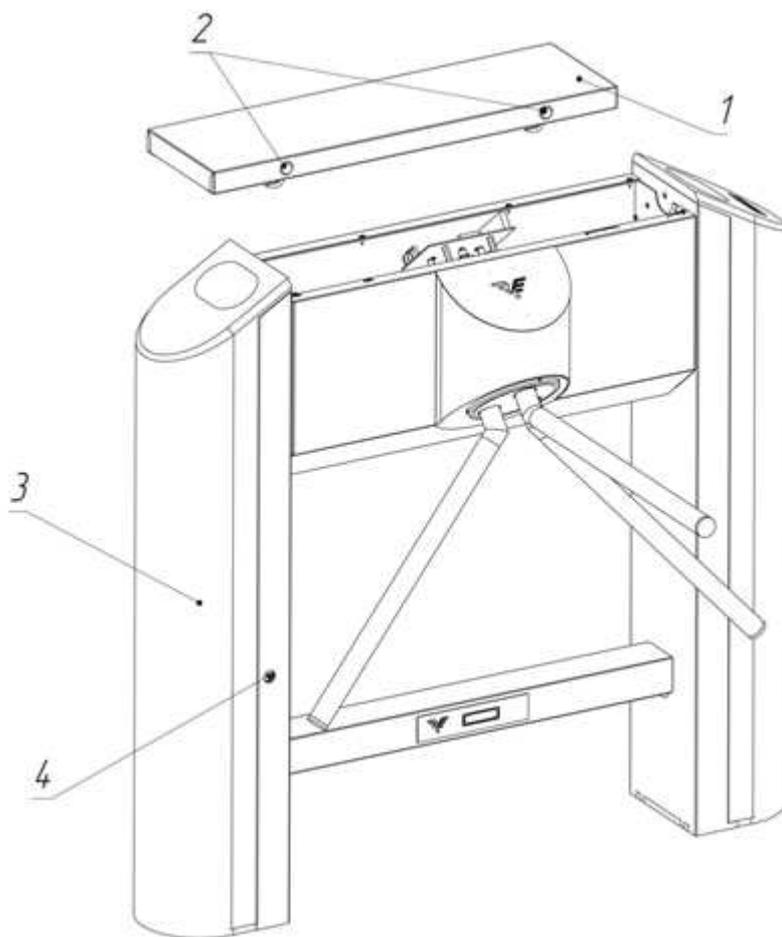
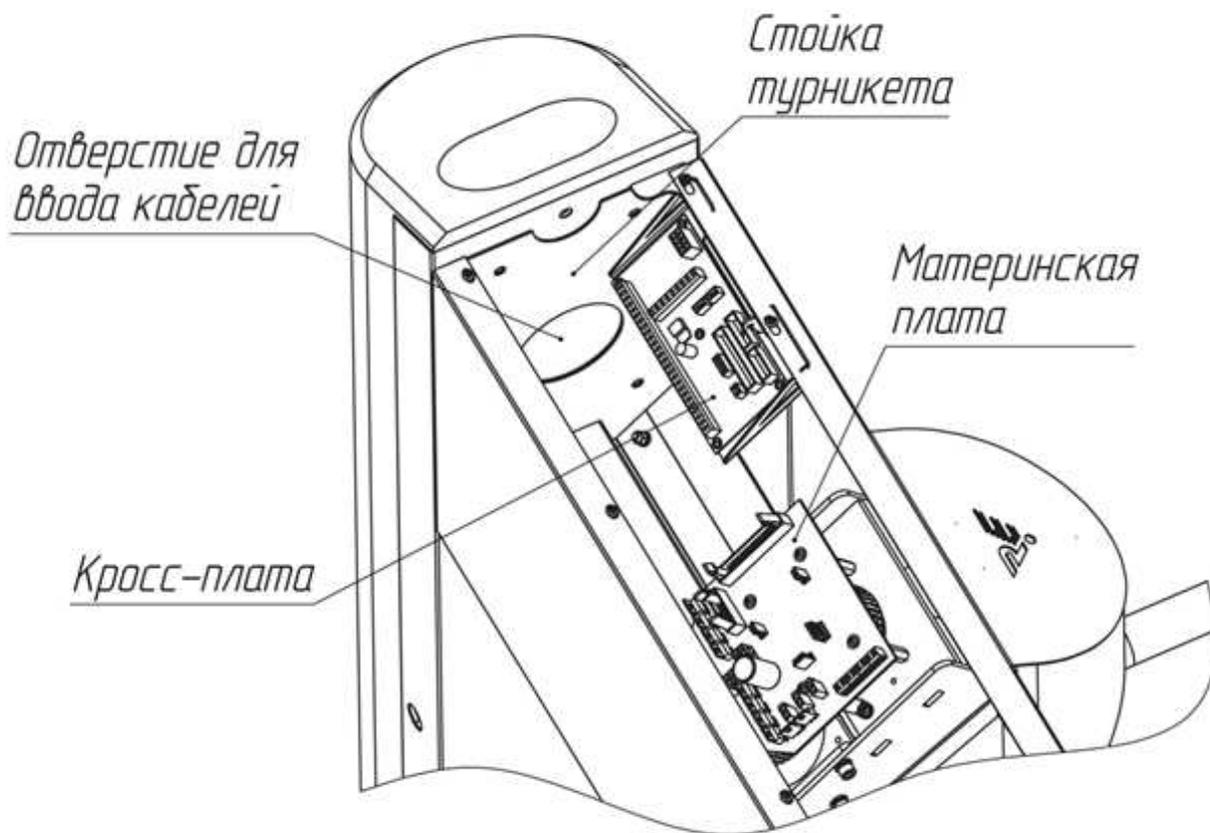
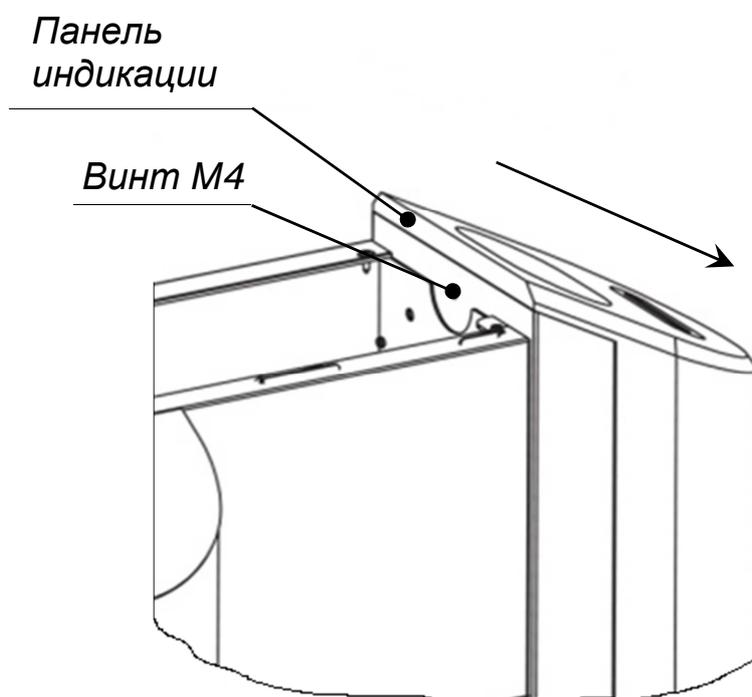

Рис. 8 Подготовка к установке турникета
Рис. 9 Расположение кросс-платы на стойке турникета
Рис. 14
4.2.7. Установите турникет на подготовленную площадку (рис. 7). Используя ключи, откройте замки (2, рис. 8) и снимите верхнюю крышку (1, рис. 8). Также, открыв замок стойки (4, рис. 8), откройте дверцу стойки (3, рис. 8).
Подключение БП, ПУ и СКУД осуществляется с помощью кросс-платы. Для этого необходимо снять крышку турникета(1,рис. 8), используя ключи. На рис. 9. показано расположение кросс-платы на стойке турникета.
5.5.1. Откройте верхнюю крышку турникета (1, рис. 8) и открутите винт М4 на задней стенке картоприемника (рис. 14).
5.5.2. Сдвиньте панель индикации до упора в направлении, указанном на рис. 14. Аккуратно поднимите панель.
5.5.8. АККУРАТНО(!) установите панель индикации в исходное положение. Закрутите винт М4 и установите крышку турникета(1, рис. 8).